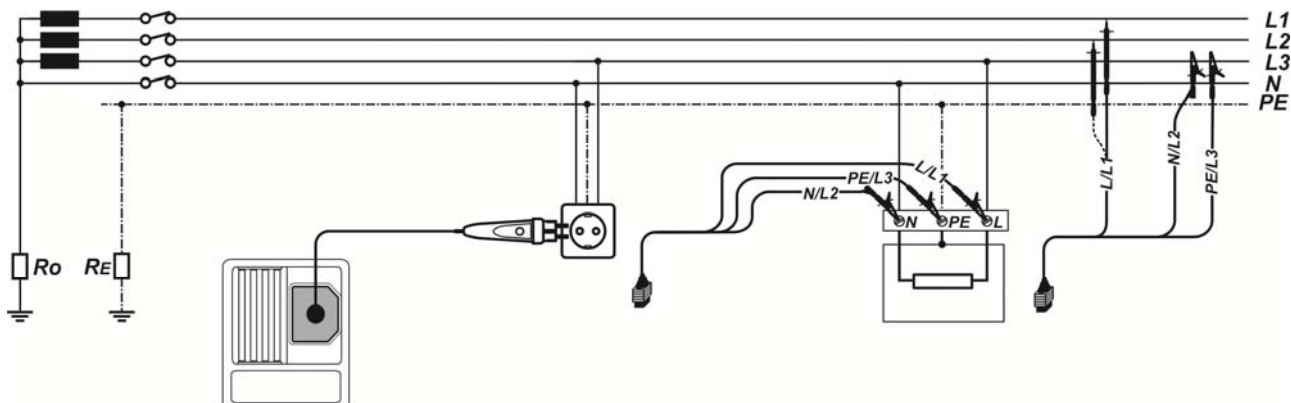

Рисунок 5.21: Измерение полного сопротивления линии фаза-нейтраль или фаза-фаза – подключение штепсельного щупа «plug commander» и 3-проводного тестового кабеля
- Подключите** измерительные щупы к тестируемому устройству (см. Рисунок 5.21: Измерение полного сопротивления линии фаза-нейтраль или фаза-фаза – подключение штепсельного щупа «plug commander» и 3-проводного тестового кабеля).